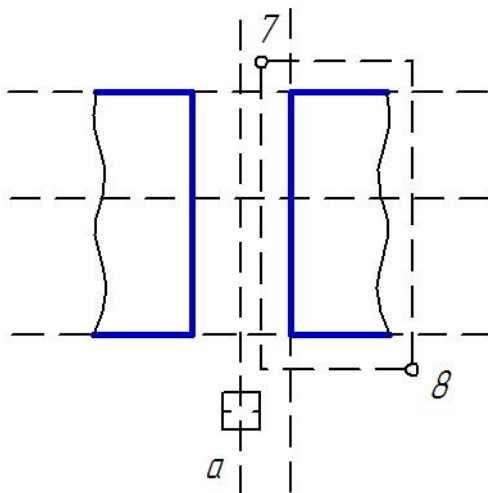

Рис. 3.10. Построение контура фронтального разреза командой «Симметрия»
3. Постройте левый контур разреза (рис. 3.10):